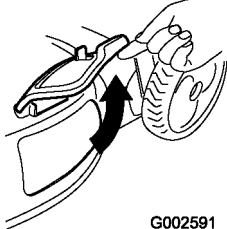

Рисунок 31
2. Поднимите вверх разгрузочную сторону дверцы (Рисунок 31).